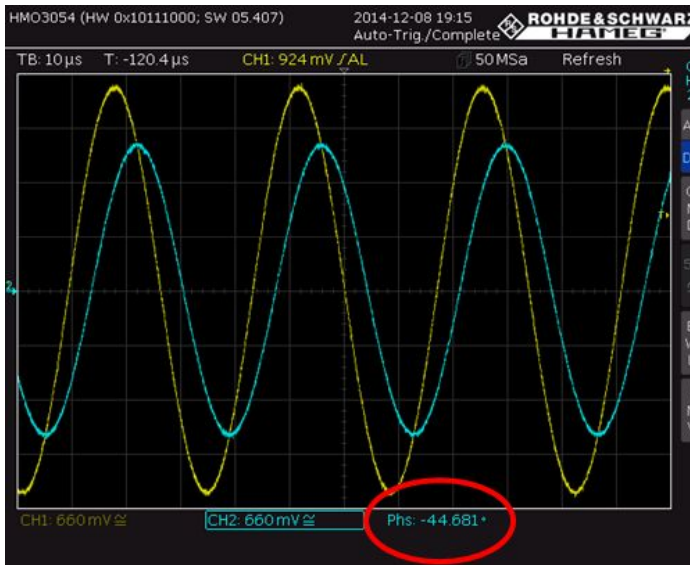

Рис. 2-43 – Фазовый сдвиг между сигналами u_{in} и u_{out}
- Как и ожидалось, измеренный сдвиг фазы сигнала u_{out} близок к -45° на частоте среза (см. рис. 2-43).